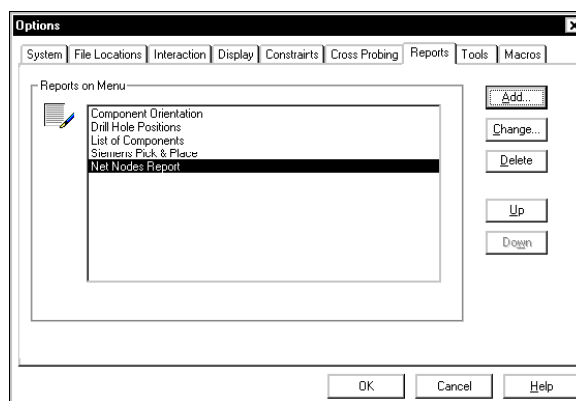

Рис. 4. Настройка раздела отчетов в меню команд.
1. Выполним команду меню Tools | Options и в появившемся диалоговом окне Options перейдем на вкладку Reports (рис. 4).